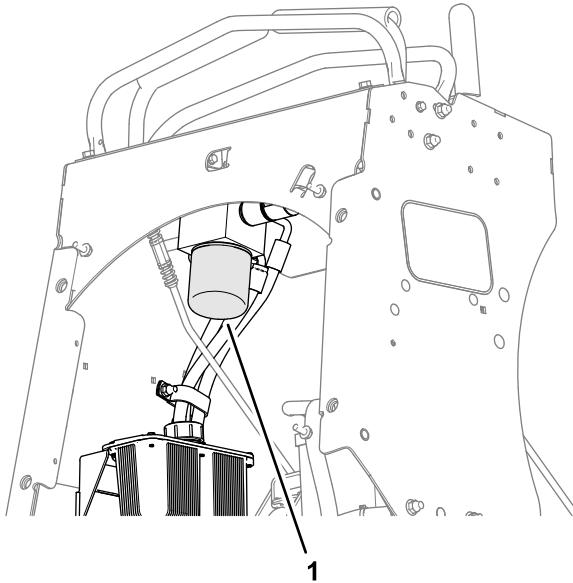

Figure 52
1. Dévissez et déposez le filtre, puis vidangez l'huile (Figure 52).
3. Vissez le filtre dans le sens horaire jusqu'à ce que le joint en caoutchouc rejoigne l'adaptateur, puis vissez-le encore de de 2/3 à 3/4 de tour (Figure 52).